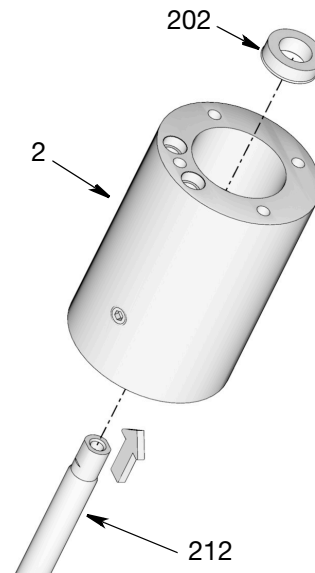

図 35
27. 置換ロッド (212) を使ってパッキン U カップ (202) を図 35 に示す方向に押し、ポンプアダプタ (2) から外します。Uカップ (202) は廃棄します。新しいものはキットに含まれています。